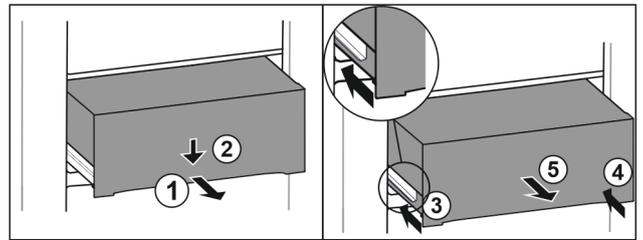

Fig. 58
- ▶ Estrarre il cassetto a metà. Fig. 58 (1)
- ▶ Premere il cassetto sul lato anteriore verso il basso. Fig. 58 (2)
- ▶ Spingere la guida sinistra di circa 2 cm verso l'interno. Fig. 58 (3)
- ▶ Spingere la guida destra di circa 2 cm verso l'interno. Fig. 58 (4)
- ▶ Rimuovere il cassetto tirandolo in avanti. Fig. 58 (5)